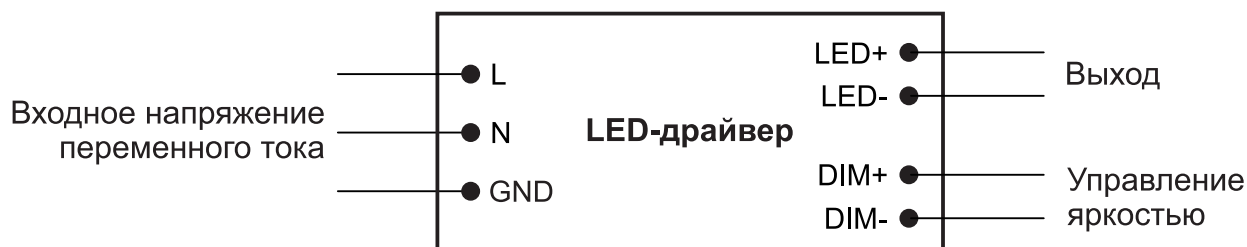

Рис. 1. Назначение клемм для подключения LED-драйвера
2. Подключите провода в соответствии с маркировкой (рисунок 1). Категорически запрещается соединять входные и выходные провода в обратной полярности.